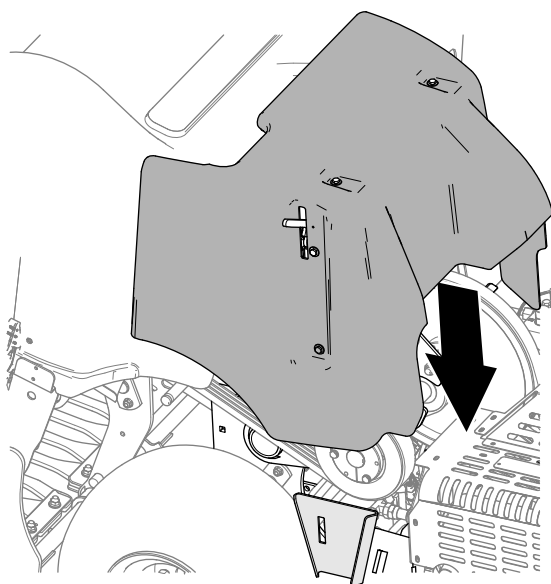

**Figura 134**
2. Abbassate il copricinghia (Figura 134).